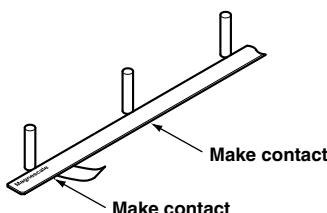

Fig. 5
- 2本以上の平行ピンに突き当てるながらスケールを貼り付けます。(図5)
- Affix the scale while making contact with two or more parallel pins. (Fig. 5)
- Bringen Sie den Maßstab so an, dass er Kontakt mit mindestens zwei Parallelstiften hat. (Abb. 5)